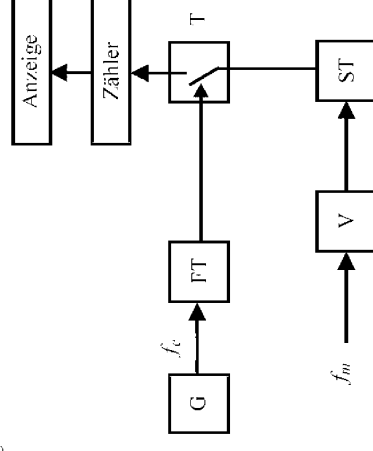

Bild 12: Anordnung des Frequenzzählverfahrens
f) Abbildung 12 zeigt das Verfahren.